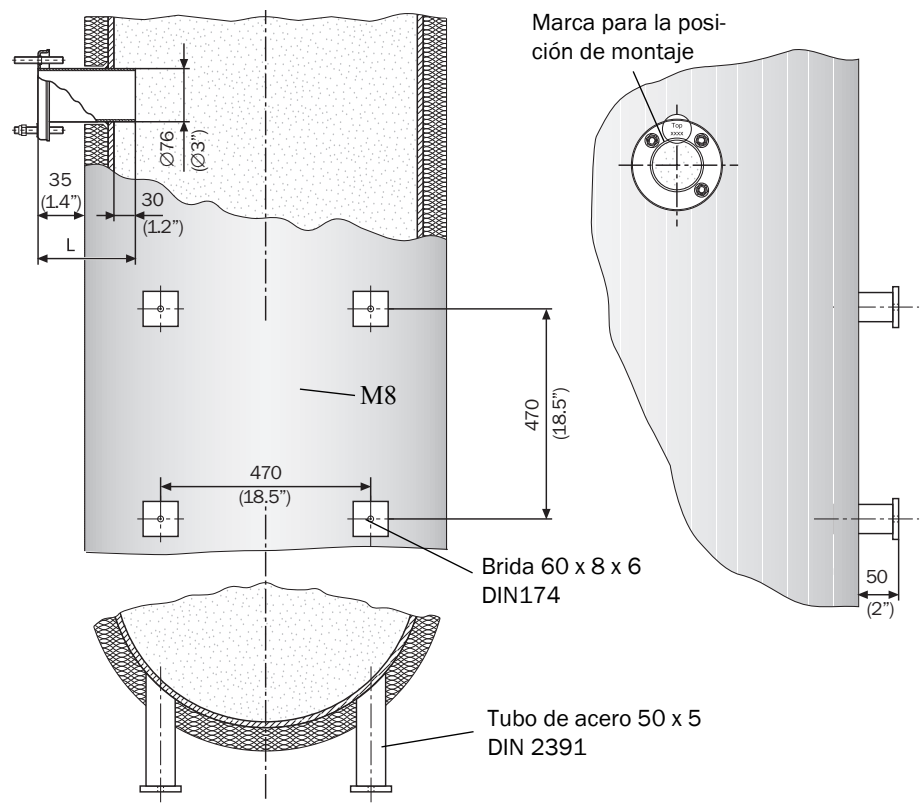

Fig. 5 Montaje recomendado
**Nota** Para montar la unidad de aire de purga, observe el montaje recomendado, véase *Fig. 5, página 13*.
- Construya y monte los soportes de acuerdo con el montaje recomendado (*Fig. 5, página 13*).